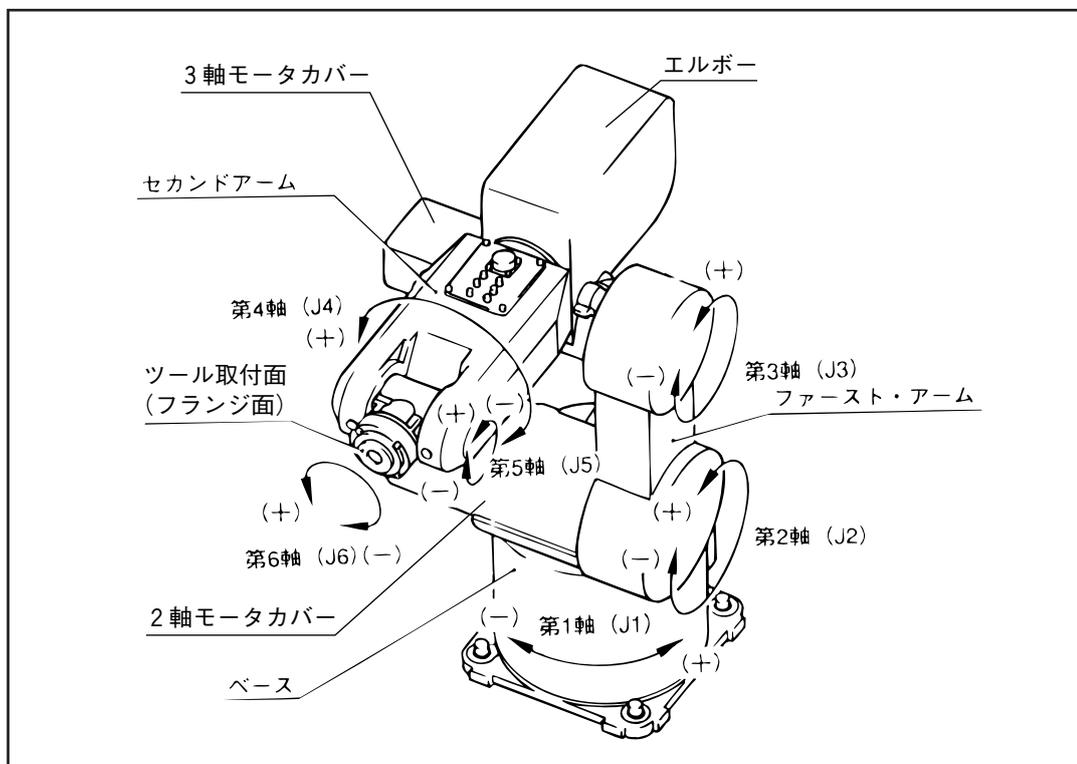

図1-2 ロボット本体各部の名称
1.2 ロボット本体各部の名称      ロボットの本体の各部の名称と作動方向を図1-2に示します。